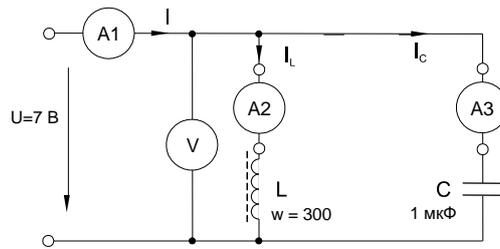

Рисунок 8.16 – Схема электрических соединений
- Соберите цепь согласно схеме (рис. 8.16), подсоедините регулируемый источник синусоидального напряжения и установите его параметры: $U = 7$ В, $f = 500$ Гц. В качестве индуктивности с малым активным сопротивлением используйте катушку трансформатора 300 витков, вставив между подковами разъемного сердечника полоски бумаги в один слой (немагнитный зазор).